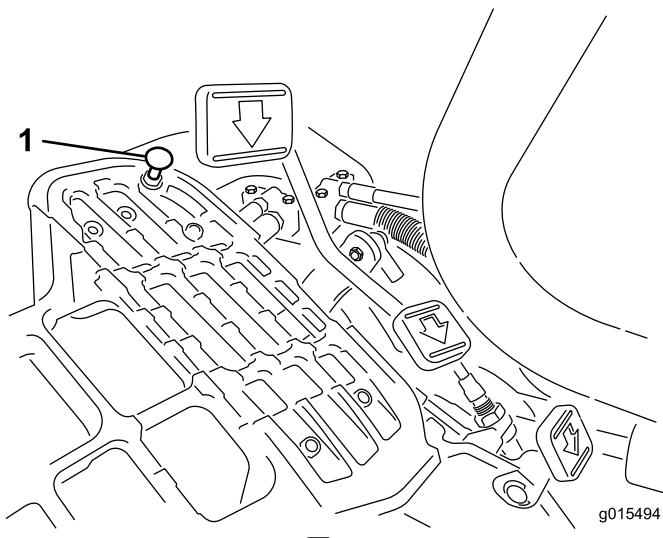

図 50
モードレバーを「移動走行」位置にセットし、ペダルを一杯に踏み込めば最高速度となります。ケーブルに張力が掛かる前にペダルがストップ（図 50）に当たる場合には調整が必要です。
- モード・レバーを「移動走行」位置にセットし、ペダルストップを固定しているロックナットをゆるめる（図 50）。